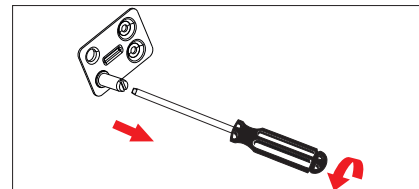

Fig. 6
- Retire la espiga de la bisagra con un destornillador de ranura (fig. 6).